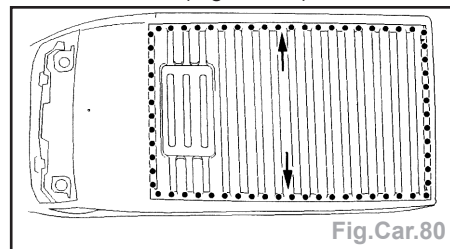

Fig.Car.80
- Souder par points électriques, par points bouchon MAG et meuler les points de soudure MAG (Fig.Car.80).